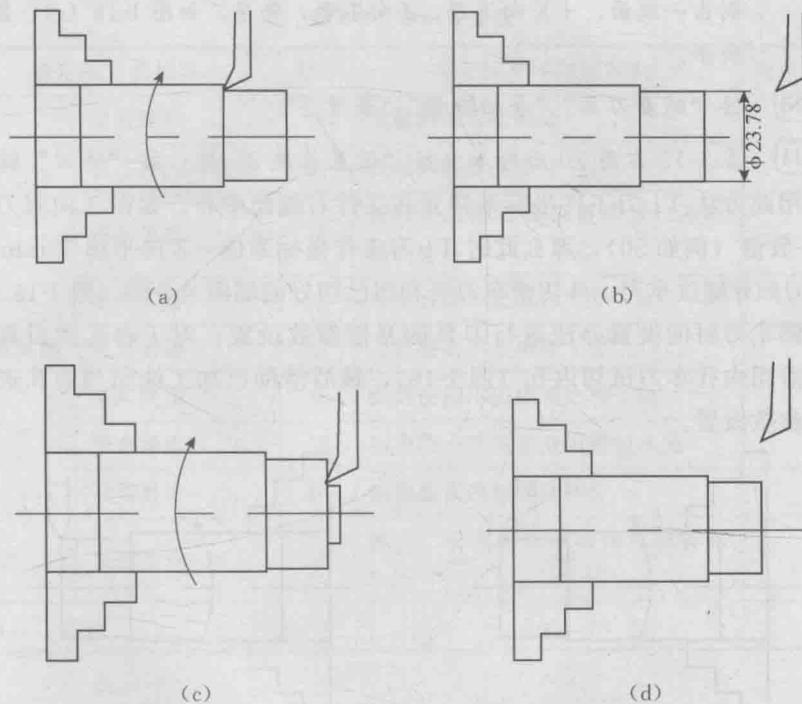

图 1-14 试切对刀操作与测量
- (1) 把工件装入主轴并夹紧，然后把加工所用的车刀全部安装到刀架上。
- (2) 选择“MDI”工作方式，按“POSITION”键，屏幕进入手动数据输入画面，使用键盘输入如“T1”后按下“循环启动”按钮，使1号刀具（一般为外圆车刀）处于加工位置；再按“NOR”键，使主轴转动。
- (3) X向对刀。
**Step 03** 停车测量（例如为  $\varnothing 23.78\text{mm}$ ），如图 1-14 所示。